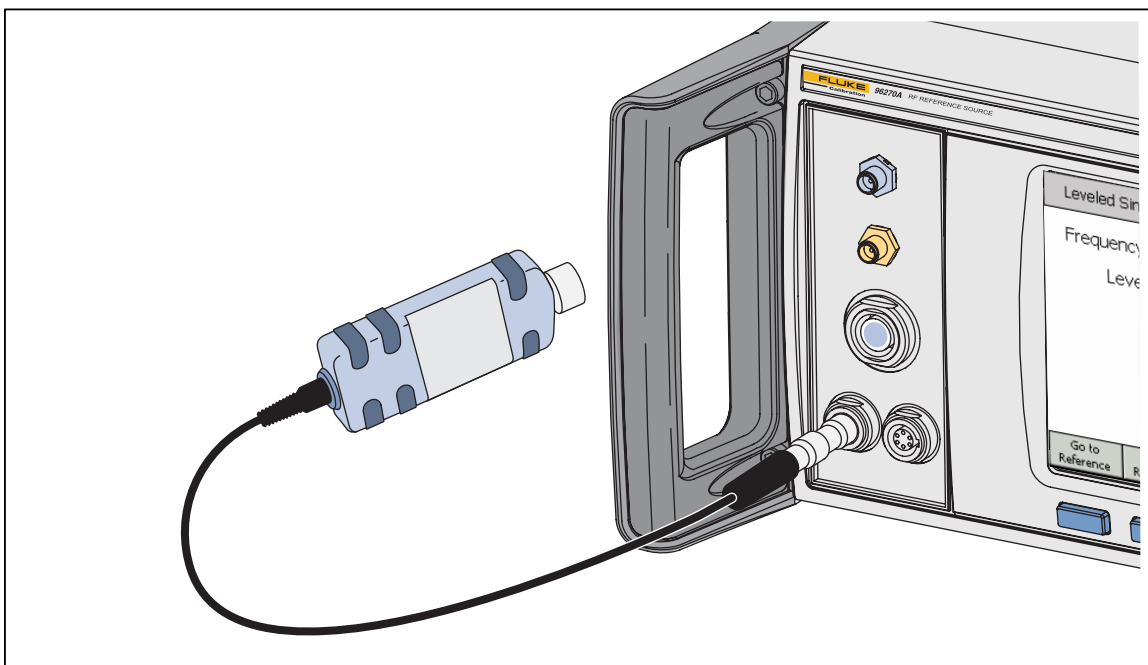

图 3-26.连接功率传感器 (96270A)
2. 将多路接头连接到本仪器相应传感器 1 或 2 的接头。用力按压多路接头，直到锁住为止。参见图 3-26。